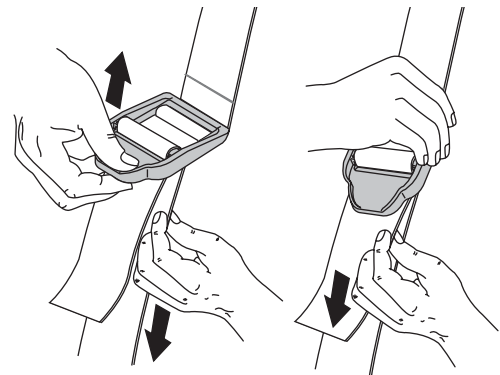
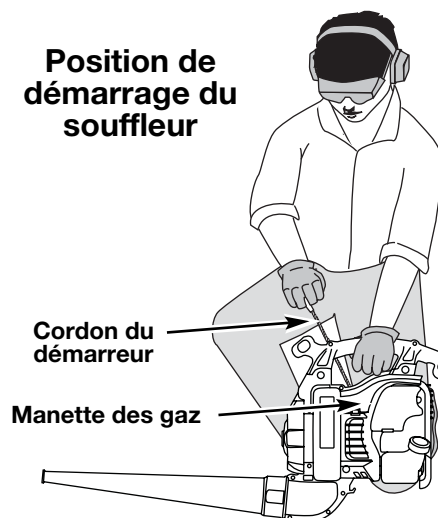

Fig. 8
Fig. 14
- Réglez la longueur en fonction de la taille de l'opérateur. Tirez la languette pour rallonger, ou tirez la bande pour raccourcir (Fig. 8).
REMARQUE : Il est inutile de mettre l'appareil en marche. La commande On/Off est sur la position ON (I) en permanence (Fig. 8).
5. Se placer en position de démarrage (Fig. 14). Mettre le levier de la manette des gaz en position Rapide (🐇) (Fig. 8) et tirer sur le cordon du démarreur d'un coup sec cinq fois de suite.